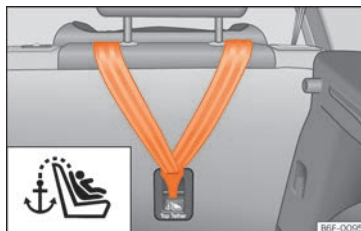

Abb. 41 Rückseite der Rücksitzbank: Halteösen für den Top Tether Haltegurt.
- Den Haltegurt verschieben und ordnungsgemäß an der Verankerung des hinteren Teils der Rückenlehne befestigen »» (Abb. 41).